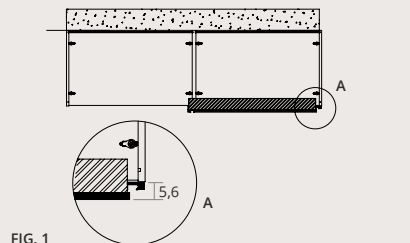

FIG. 1
- Espacio ocupado puertas en profundidad Box Corredero Superpuesto igual a 5,6 cm (Fig. 1)
- Габариты раздвижных створок внахлестку бокса по глубине равны 5,6 см (Рис. 1)
- 重叠滑动门柜子深度中的门板尺寸等于5,6 cm (图1)
- 如果门板的开启边靠近墙壁, 则插入一块固定补板条 (图1)